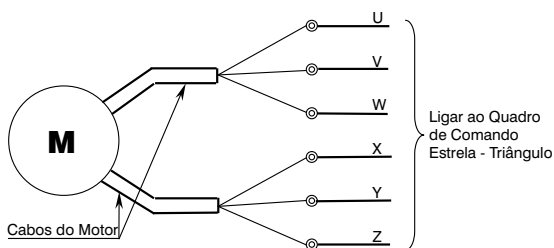

Figura 6.5.5 - Ligação de Motores para Partida Estrela - Triângulo
**6.5.4** Para motores ligados ao quadro de comando com partida estrela-triângulo, os dois cabos chatos deverão ser conectados individualmente e identificados corretamente. Os seis cabos unipolares deverão ser conectados ao quadro de comando conforme figura 6.5.5.